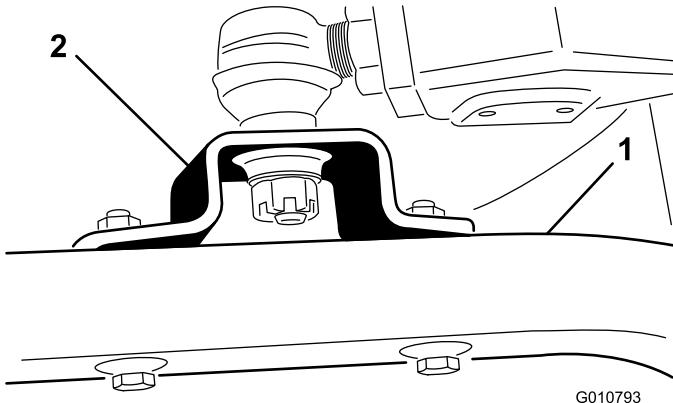

Bild 19
4. Entfernen Sie die Kopfschrauben und Sicherungsmuttern, mit denen die Befestigungen der Kugelgelenke an den Laufradarmen am Mähwerk befestigt sind (Bild 19).
4. Stellen Sie den Hubhebel auf die Schweben-Stellung. Drücken Sie die Hubarme nach unten, bis die Löcher in den Kugellagerbefestigungen mit den Löchern in den Laufradarmen ausgefluchtet sind (Bild 19).